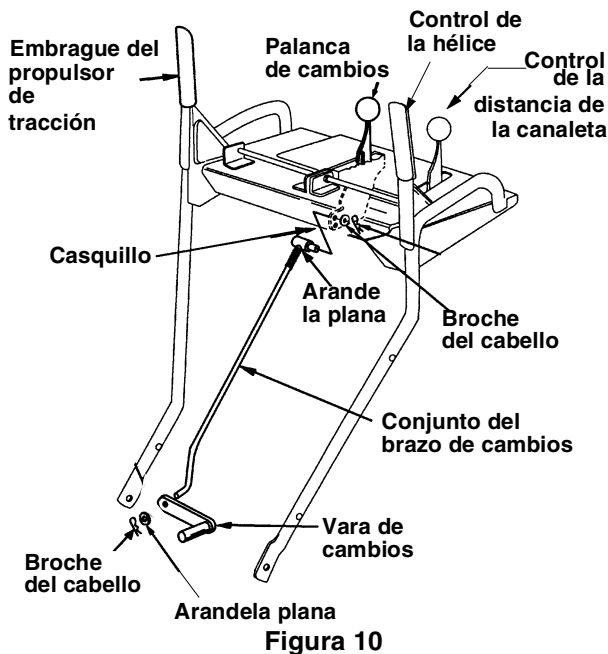

Figura 10
- Coloque la palanca de cambios en la posición de sexta (6) velocidad.
- Coloque el extremo doblado de la vara de cambio dentro del orificio en el conjunto del brazo de cambios. Vea la Figura 10. Asegure con la arandela plana de 5/16 y el broche de cabello del conjunto de ferretería (grupo C).
- Asegure el casquillo a la palanca de cambios con otra arandela plana de 5/16 y broche del cabello del grupo C del conjunto de ferretería. Vea la Figura 10.